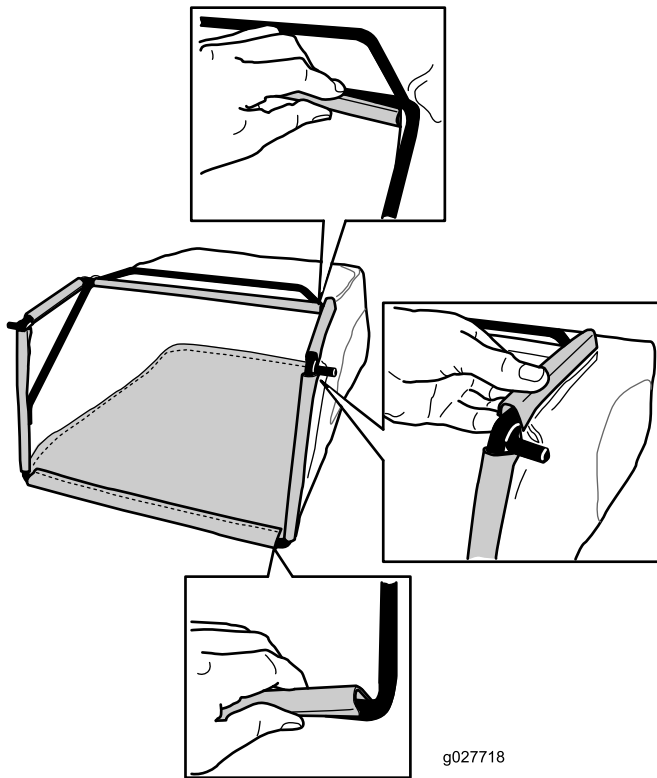

Figura 8
2. Agganciate il canale inferiore del cesto sul fondo del telaio (**Figura 8**).
3. Agganciate i canali superiore e laterali del cesto rispettivamente sulle parti superiore e laterali del telaio (Figura 8).